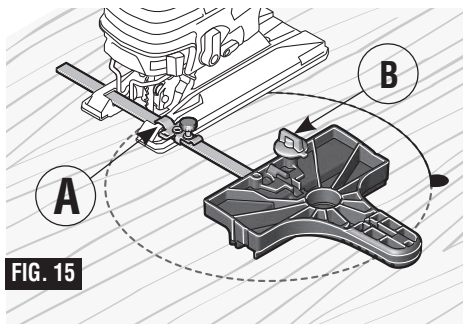

FIG. 15
4. Inserte la barra de la guía a través de una abrazadera y luego a través de las ranuras provistas en el pie, desde cualquiera de los dos lados del pie, (Fig. 15). (Si es posible, coloque una segunda abrazadera sobre la barra desde el lado opuesto de la sierra caladora.)